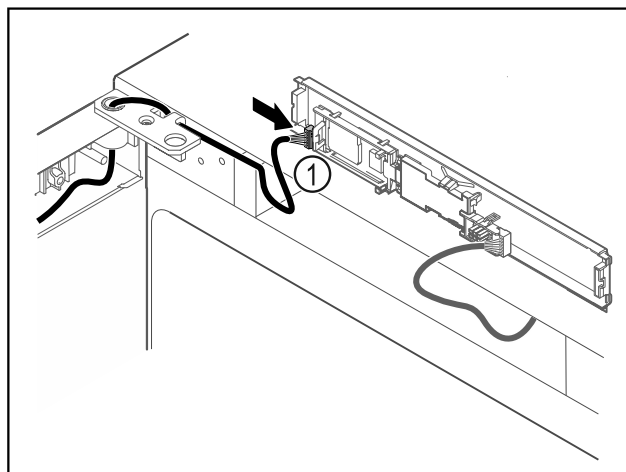

Fig. 60
- Sett pluggen Fig. 60 (1) inn i kretskortet.